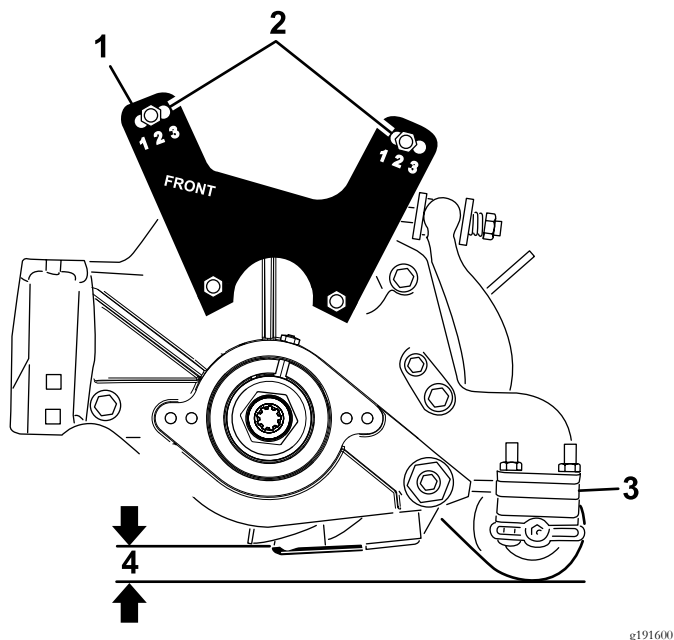

Figure 21
- Abaissez le plateau de coupe au sol et mesurez la distance du sol au sommet de la contre-lame, comme montré à la Figure 21